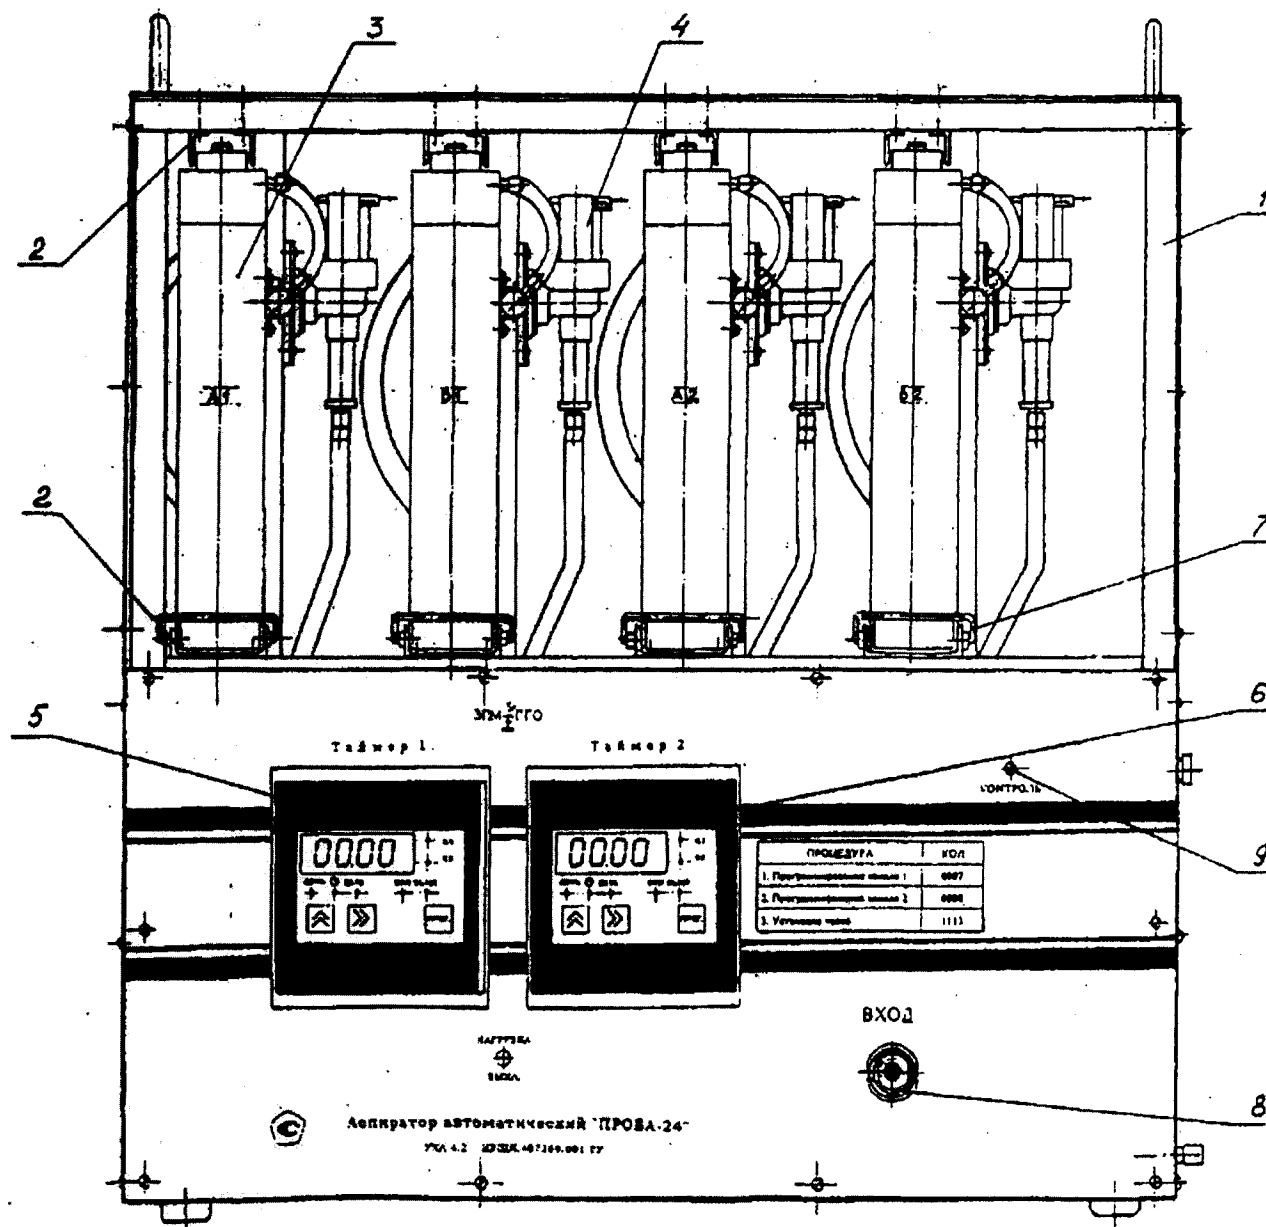

Рисунок 1 - Аспиратор автоматический "Проба-24"
4.1 Aspirатор (рисунок 1) состоит из стального корпуса 1, в котором укреплены все узлы.
Дроссельный узел (вид Б) состоит из корпуса 5, прокладки 9, фильтра (ткань батист) 11, критического сопла 8, прокладки 7 и маховика 6. Кассета изымается из каркаса следующим образом. Нажатием кассету перемещают на несколько миллиметров к задней стенке каркаса, фиксатор 7 (рисунок 1) должен опуститься вниз, кассета свободно извлекается по направляющим 2. Вставляют кассету перемещением по направляющим 2 с обязательной установкой фиксатора 7 в прорезь над коллектором кассеты.
штуцер 8 ВХОД (рис.1) поступает на активизируемую кассету, при срабатывании электроники загораются красный светодиод КОНТРОЛЬ, поз.9 и светодиод К1 (или К2) на таймере. При достижении реального времени окончания отбора пробы с установленным временем отключения канала снимается напряжение с соответствующего электромагнитного клапана и обесточивается компрессор - акт обора пробы на поглотительные устройства выбранной кассеты закончен, светодиоды КОНТРОЛЬ и К1 (или К2) выключаются. Аналогично проходит процесс отбора проб по всем четырем каналам (кассетам).
7.3 Вставьте кассеты в направляющие, не нарушая порядка установки кассет, т.е. кассеты А1, В1, А2, В2 необходимо вставлять в соответственно обозначенные кассетоприемники. Установите фиксатор 7 (рисунок 1) в прорезь над коллектором кассеты.